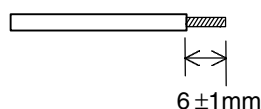

Figura 2-3-5 Preparación del cable
1. Los cables que están conectados a los terminales del circuito de control deben ser cables apantallados de una sección de 0,5 mm2 o cables con funda de vinilo trenzados. Quite la funda como se muestra en Figura 2-3-5 y luego conéctelo.